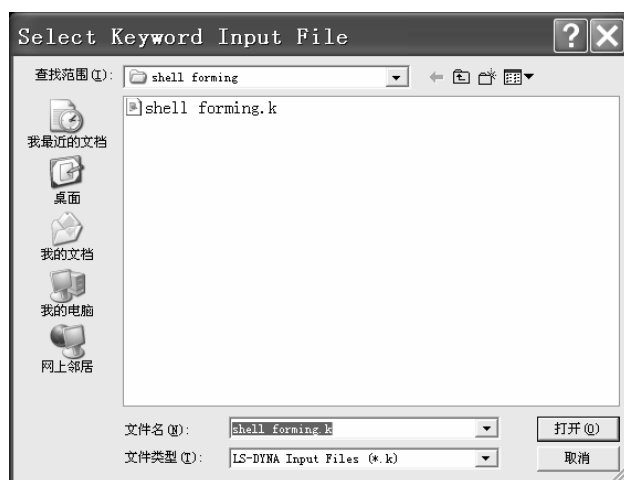
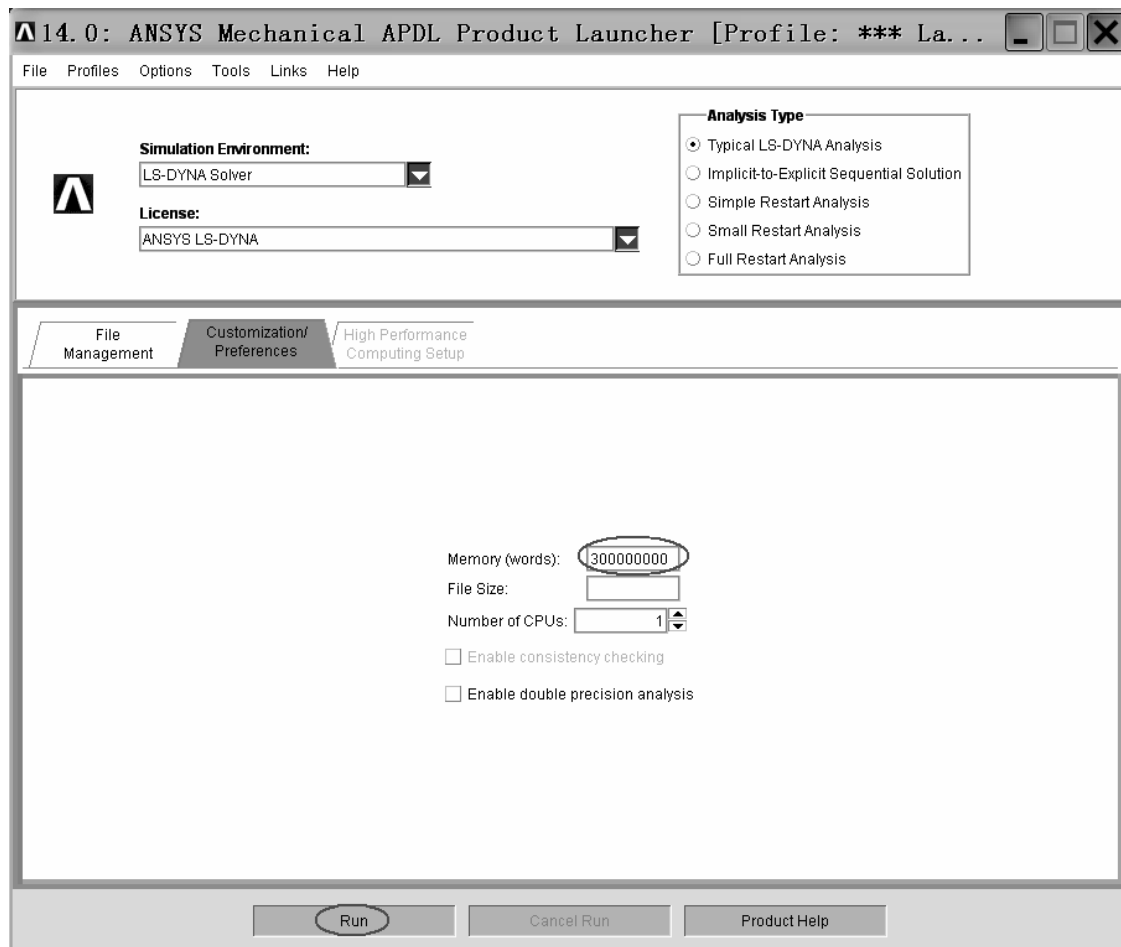

图 10-119 “Select Keyword Input File” 窗口
图 10-120 “14.0 Mechanical APDL ANSYS Product Launcher [Profile: *** La...” 窗口
(5) 在“14.0 Mechanical APDL ANSYS Product Launcher [Profile: *** La...”窗口中的“Working Directory:”方框内输入“d:\shell forming”。
(6) 单击“14.0 Mechanical APDL ANSYS Product Launcher [Profile: *** La...”窗口中的“Keyword Input File”方框后的“Browse...”按钮，弹出“Select Keyword Input File”窗口（见图 10-119）。
(7) 在“Select Keyword Input File”窗口中找到“d:\shell forming”目录下的“shell forming.k”文件，用鼠标单击该文件后单击“打开”按钮。
(8) 单击“14.0 Mechanical APDL ANSYS Product Launcher [Profile: *** La...”窗口中的“Customization/Preferences”，如图 10-120 所示，在“Memory(words):”后填入“300 000 000”，然后单击“OK”按钮。